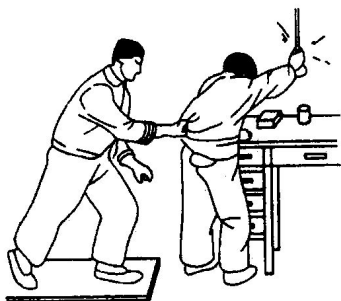

图 1-1-4 拽
④ 拽。急救人员可以戴上手套或在手上包缠干燥的衣服等绝缘物品拖拽触电者;也可以站在干燥的木板、橡胶垫等绝缘物品上,用一只手将触电者拖拽开来,如图 1-1-4 所示。
⑤ 垫。如果电流通过触电者入地,并且触电者紧握导线,可设法用干木板塞到触电者